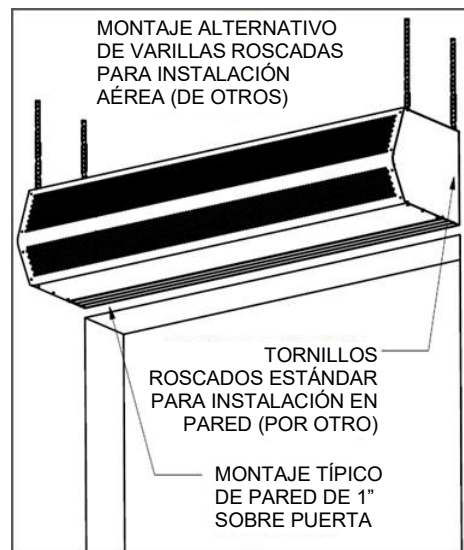

FIG. 1
3. Para su comodidad, se proporcionan un total de dos (2) ranuras en forma de ojo de cerradura y seis (6) orificios de montaje preperforados. Los orificios preperforados de 7/16" (4) proporcionados, (2) en cada extremo para montajes superiores/de techo. La ranura tipo ojo de cerradura de 1/2" y el orificio preperforado de 7/16" (2) proporcionados, (2) en cada extremo para los soportes de pared. Estos orificios deben utilizarse para fijar el producto a la pared o al techo. Si es necesario, se pueden perforar orificios dentro del producto para alinearlos con el espacio entre los montantes. Todo los accesorios son proporcionados por otros.
4. Monte el producto de manera que la descarga esté 1" por encima de la abertura y todos los obstáculos. (FIG. 1)
5. Utilice cuatro (4) varillas roscadas para la instalación aérea o cuatro (4) pernos roscados para la instalación en la pared. Todo el hardware es proporcionado por otros. (FIG. 1)